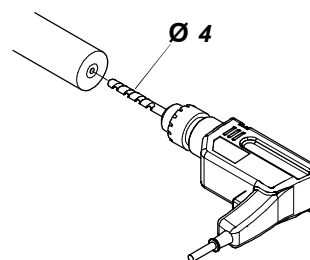

Fig. 30
- Pratiquer un trou de $\varnothing 4$ le plus au centre possible sur l'extrémité des deux bouts. fig. 30.